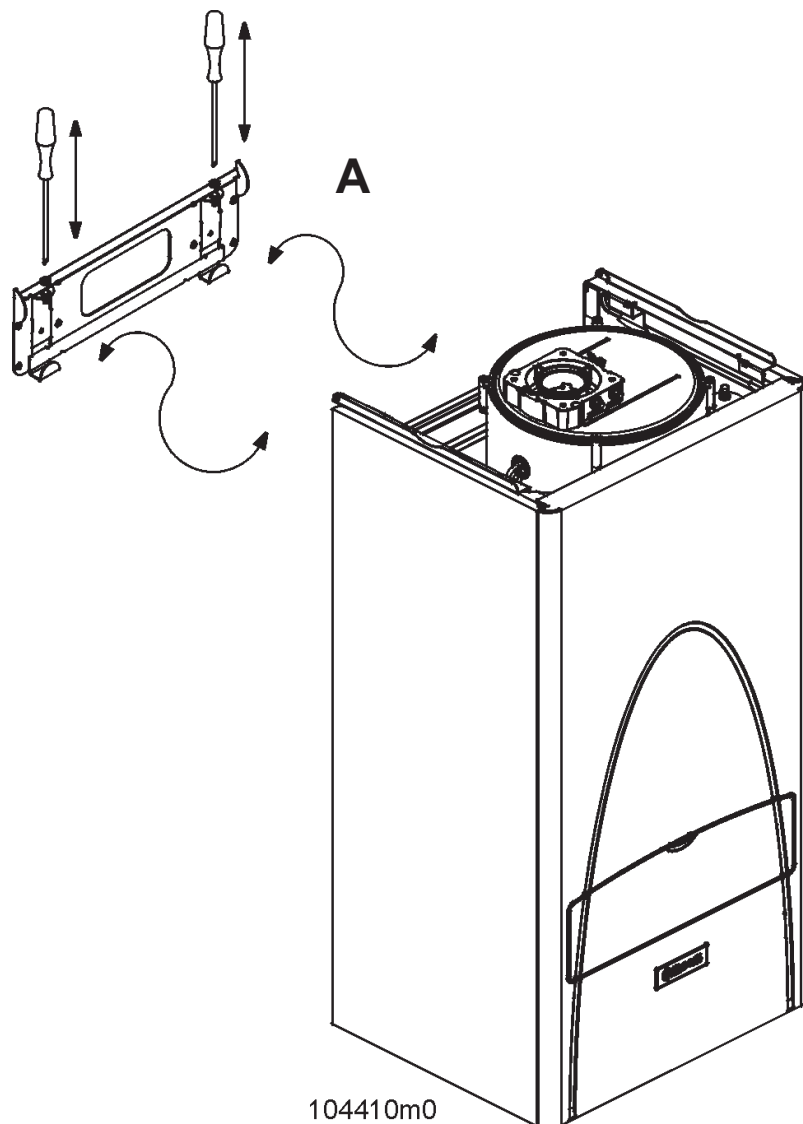

Figura 5 - Piastra regolabile di sostegno
- fissare la staffa di sostegno A (vedi figura 5), alla parete, con le viti dei tasselli a corredo;
- appendere lo scaldacqua alla staffa A (vedi figura 5);